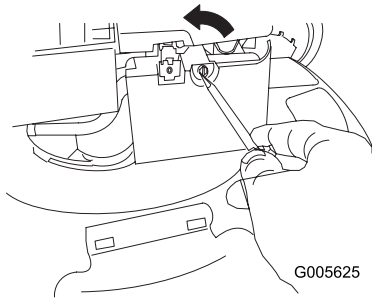

Figure 29
1. Utilisez un tournevis pour ouvrir le couvercle du filtre à air (Figure 29).